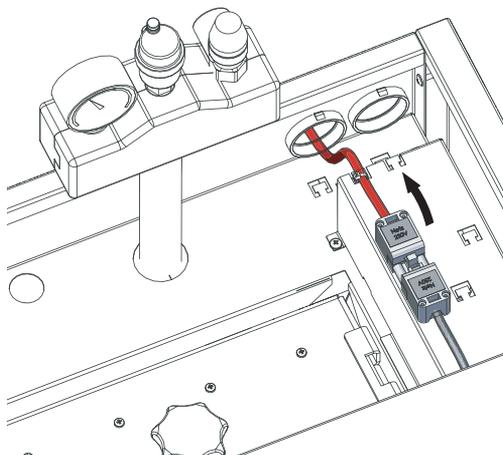

Fig. 48 Staccare la spina di rete dell'apparecchio
- ▶ Togliere assolutamente tensione alla caldaia (ad es. staccando la spina di rete) prima di effettuare qualsiasi lavoro di pulizia o riparazione – Fig. 48.
- ▶ Inserire la spina di rete dell'apparecchio – Fig. 48.